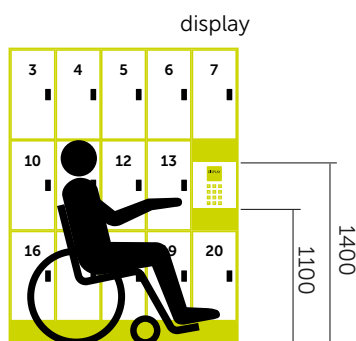

fig 25 Een bediening met display is goed zichtbaar en te bedienen door grote- en kleine mensen en mensen in een rolstoel.
- Knoppen, eventueel met voelbare tekst, op een vertikaal vlak. Hoogte tussen de 1100 en 1400 mm. (fig 25 en 26)